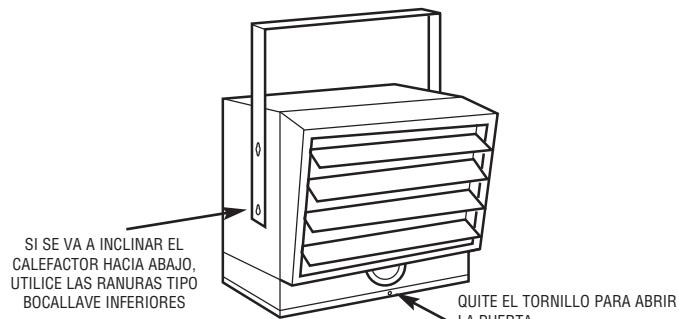

Figura 5
- Levante el calefactor y colóquelo en el soporte de montaje. Alinee los tornillos que están en cada lado del calefactor con las ranuras tipo bocallave de los soportes de montaje. Si se va a inclinar el calefactor, debe posicionárselo en las ranuras tipo bocallave inferiores (vea la Figura 5). Apriete los tornillos del soporte de manera que la
- Para conectar la alimentación eléctrica al calefactor, simplemente quite el tornillo del frente de la unidad. Esto permite abrir el fondo abisagrado, proporcionando acceso al conexionado eléctrico y sus conectores. (Vea la Figura 5).